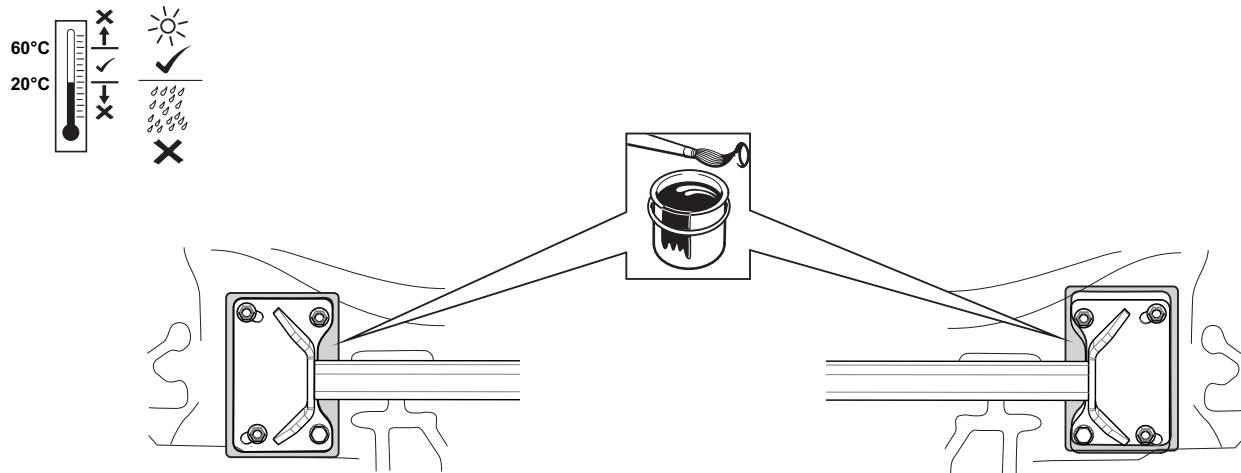

Fig. 2
5. Анти-ржавчина защиты проставления. См. рисунок 2.